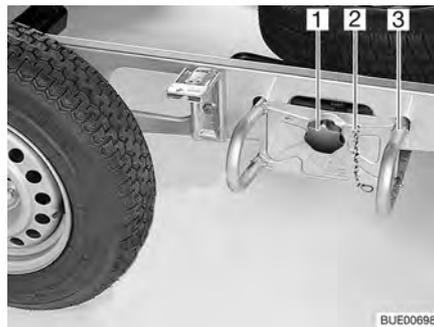

Fig. 221 Soporte para rueda de repuesto
- Desenganchar la cadena de seguridad (Fig. 221,2).
- Aflojar y desenroscar el tornillo de mando estrellado (Fig. 221,1).
- Extraer el portador de la rueda de repuesto (Fig. 221,3) unos 10 cm y depositarlo en el piso.